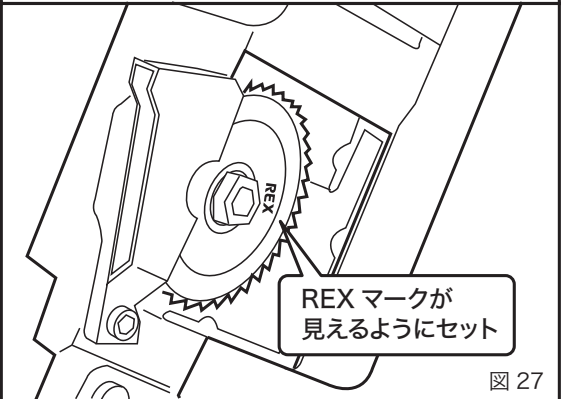

図 27
- ④刃物の取付け方向は REX マーク及び文字が刻印されている面を表に向けて取り付けてください。(図 27)
- ⑤刃物の交換が終わったら、必ずカバーを取り付け、止めねじをしっかり取り付けてください。